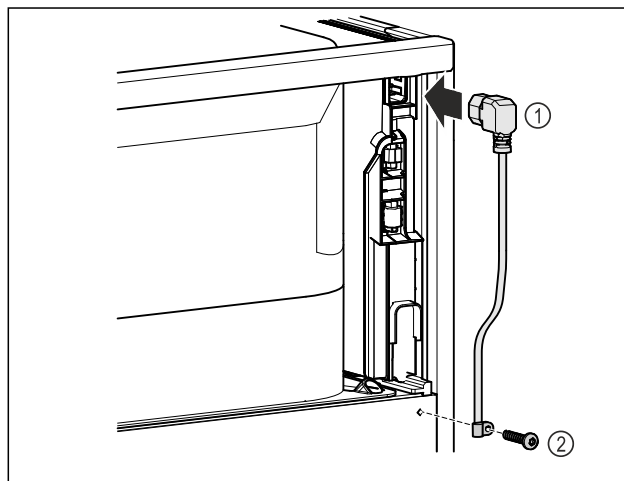

Fig. 11
- Sett inn kuldeapparatboksen til strømforsyningsledningen Fig. 11 (1) på baksiden av apparatet.
- Monter trekkavlastingen. Fig. 11 (2)